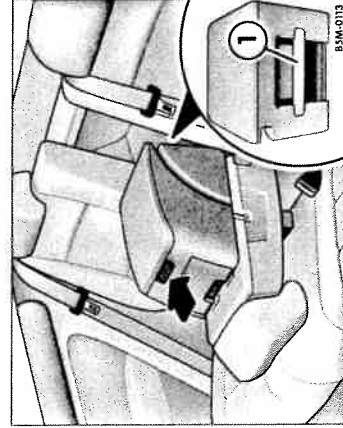

Fig. 83 Cotiera din spate: Demontarea cutiei multifuncționale.
- Pentru *deschidere*, apăsați scurt tasta ⇒ pagina 96, fig. 83⁽³⁹⁾ (săgeata). Capacul se va deschide singur.